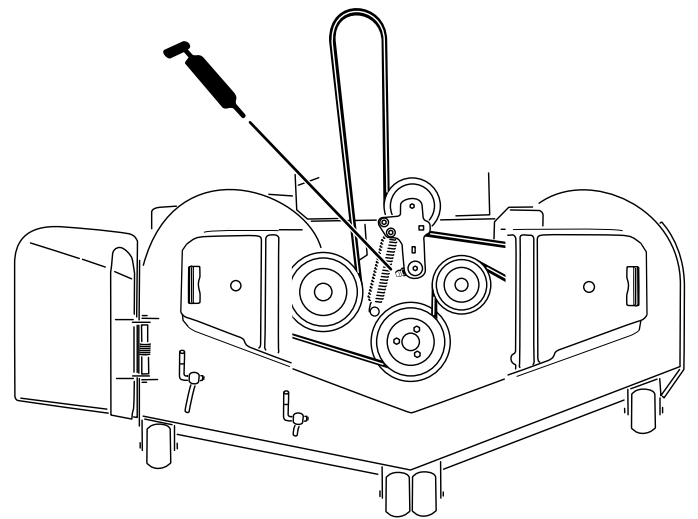

Figura 41
3. Engrase el pivote de la polea tensora de la carcasa de corte hasta que salga grasa por el extremo inferior (Figura 41).